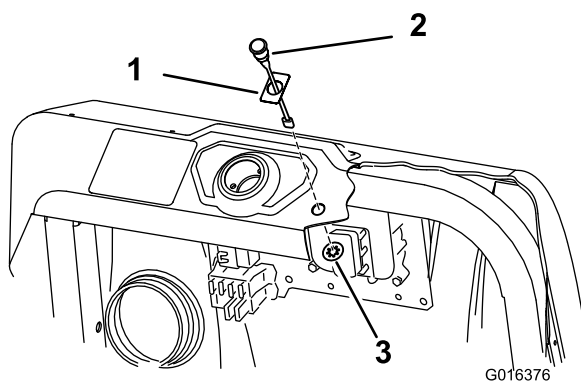

Figure 16
1. Placez l'autocollant 94-8582 sur le trou du voyant sur le tableau de bord (Figure 16).
2. Montez le voyant sur le tableau de bord et fixez-le par dessous avec l'écrou poussoir (Figure 16).